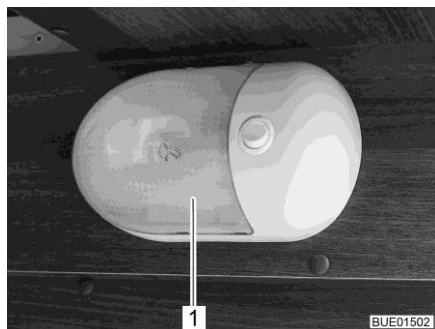

Bild 315 Påbyggnadslampa
- Tryck försiktigt samman den transparenta kåpan (Bild 315,1) på båda sidor, dra lätt bort den från brytaren och ta bort den framifrån.